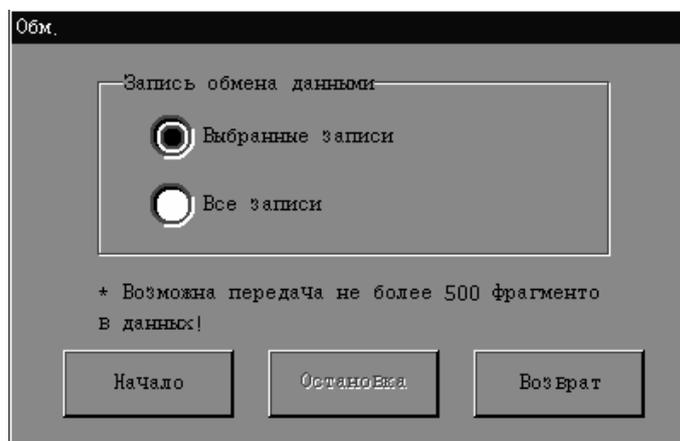

Рисунок 7-22 Диалоговое окно «Обм.»
1. **НАЖМИТЕ** кнопку «Обм.». Откроется диалоговое окно (Рисунок 7-22).